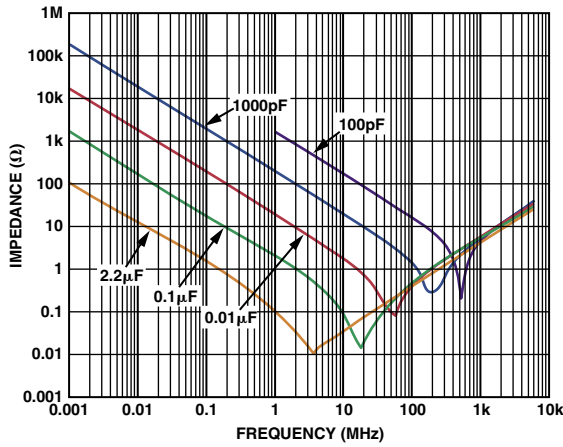

图 1. 电容器的阻抗与频率的关系
并联不同的电容值的电容器有助于确保电源引脚在很宽的频带上只能看到很低的交流 (AC) 阻抗。这对于在运算放大器电源抑制比 (PSR) 衰减频率处尤其重要。该电容器有助于补偿放大器降低的 PSR。在许多十倍频程范围内保持低阻抗的接地通路将有助于确保有害的噪声不能进入运算放大器。图 1 示出了采用多个并联电容器的优点。在低频段,大的电容器提供低阻抗的接地通路。但是一旦频率达到了它们自身的谐振频率,电容器的容性就会减弱,并且逐渐呈现出感性。这就是为什么